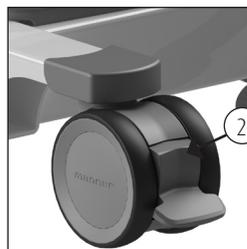

Figura 2 Disattivare il bloccaggio delle ruote
- Per sbloccare Lotus / Lotus compact / Lotus XL, sollevare la stessa leva del freno sulla ruota. Sia in posizione seduta che in posizione ruotata, i componenti del sedile sono leggermente bloccati. Ciò impedisce al sedile di ruotare quando il cliente si siede su Lotus (2) (vedere figura 2).